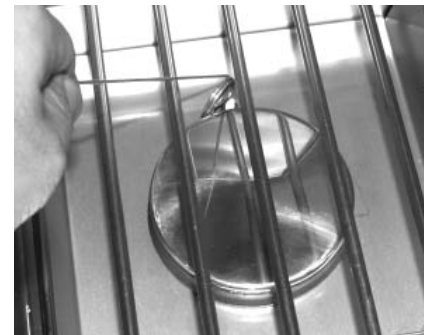

Fig. 20-2 - Éclairage manuel
2. Insérez un allumeur brûlant de butane de long-baril, une allumette brûlante de long-tige, ou une allumette brûlante tenue par un support de prolongation de fil par la grille à cuire s'ouvrant au brûleur (fig. 20-2). Tenez la flamme contre le bord du brûleur.
4. Si le brûleur ne se allume pas dans les cinq (5) secondes de tourner le bouton de commande, enfoncez immédiatement le bouton et tournez la valve à AU LOIN. **ATTENDEZ CINQ (5) MINUTES** avant de répéter les étapes 2 à 4 des instructions manuelles d'éclairage.